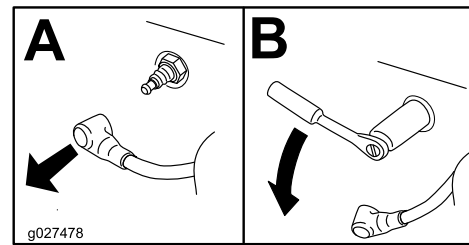

Figura 31
2. Retire la bujía como se muestra en la Figura 31.